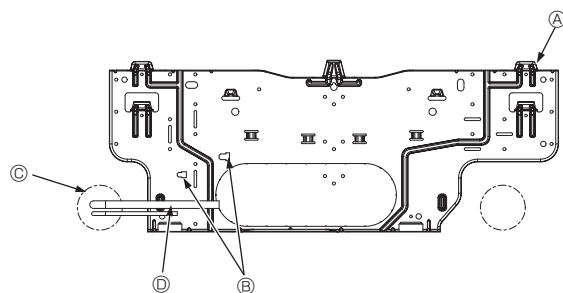

Fig. 3-6
3.3. Lors de l'insertion des tuyaux dans le mur (Fig. 3-6)
- Ⓐ Planche d'installation ①